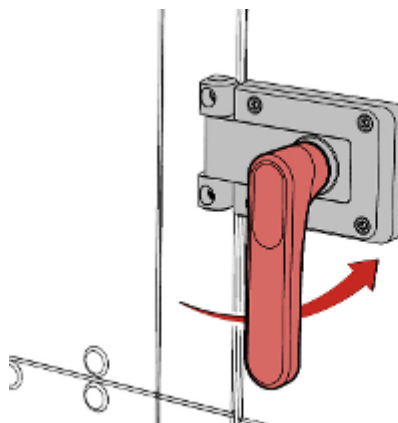

Fig. 48 : Trappe de visite avec verrou
- ▶ Tournez la poignée de la porte dans le sens inverse des aiguilles d'une montre de 90° (Fig. 48).